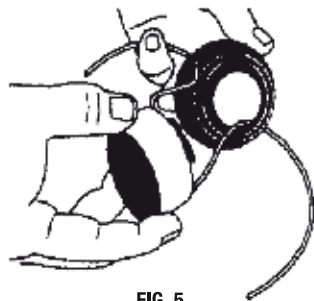

FIG. 5
6. Insira o fio por cada orifício do porta-carretel e insira o carretel (Fig. 5).